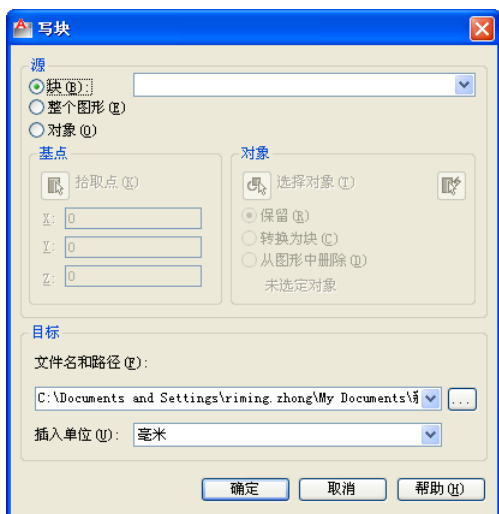
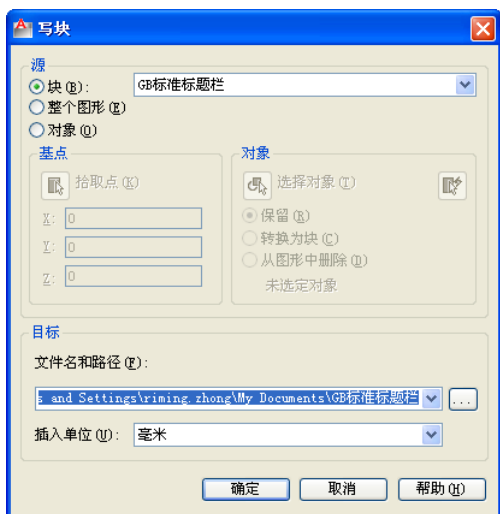

图 6-36 “写块”对话框
图 6-37 设置目标
(1) 在命令窗口中当前命令行的“命令:”提示下，输入“WBLOCK”，按<Enter>键，打开如图 6-36 所示的“写块”对话框。
(2) 在“源”选项组中选择“块”单选按钮，然后从“块”下拉列表框中选择已存在的一个块名称。
(3) 在“目标”选项组中指定文件的新名称、新位置以及插入块时所用的测量单位，如图 6-37 所示。